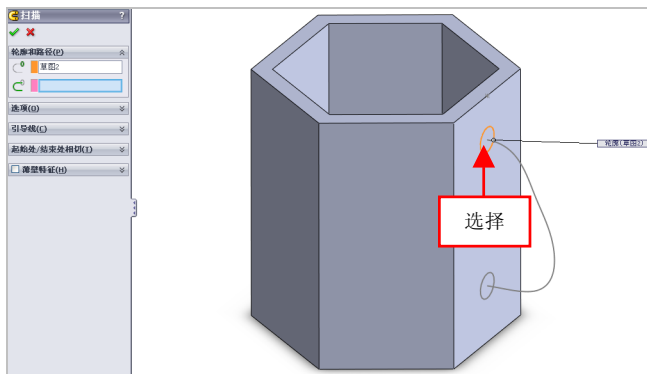

图 5-13 选择轮廓对象
(3) 弹出【扫描】属性管理器, 在绘图区中, 选择草图 2 为轮廓对象, 如图 5-13 所示。